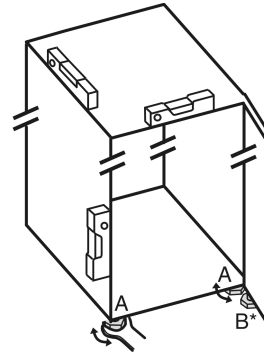

Fig. 24
- Zhvendosni këmbëzat me rregullim Fig. 24 (A) me çelës fiso dhe me ndihmën e një niveli me ujë, derisa pajisja të jetë niveluar mirë.
- Zhvendosni këmbëzat me rregullim Fig. 24 (B) në bazamentin mbështetës me çelësat fiso të përfshirë në paketim, derisa të jetë mbështetur mbi dyshtemë.
- Rrotullojeni këmbën me rregullim Fig. 24 (B) sërish maksimumi 90°, për të parandaluar dëmtimin e derës.